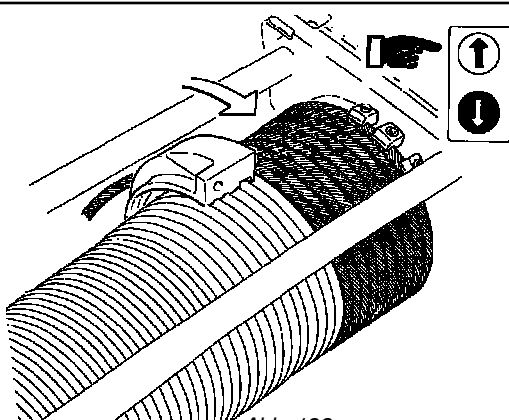

Abb. 198
5. Drücken Sie den Druckknopf „Heben“ auf der Druckknopftafel. Halten Sie das Seil stets gestrafft und sorgen Sie dafür, dass es sich den Rillen an der Trommel gut anpasst (Tragen Sie bei diesen Arbeiten immer Schutzhandschuhe!). Wickeln Sie das Seil mindestens 10-mal um die Trommel (Abb. 198).